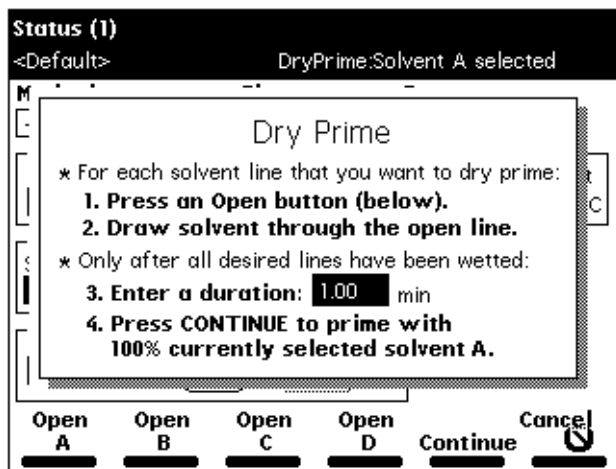

图 4-9 干灌注对话框
6. 选择 **Dry Prime**（干灌注），然后按 **Enter**。显示 Dry Prime（干灌注）对话框，如图 4-9 所示。